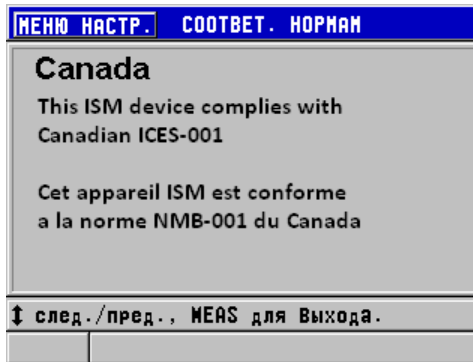

Рис. i-3 Экран НОРМАТИВЫ
2. В **СПЕЦ.МЕНЮ** (см. Рис. 4-2 на стр. 47), выберите **НОРМАТИВ** для отображения соответствующего окна **НОРМАТИВЫ** (см. Рис. i-3 на стр. 15).